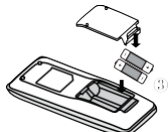

Fig.2
3. Așezați două baterii uscate de 7# (AAA 1,5 V) și asigurați - vă că poziția "+" polar și "-" polar este corectă (așa cum se arată în Fig 2 ③).
4. Reinstalați capacul (așa cum se arată în Fig 2 ④).